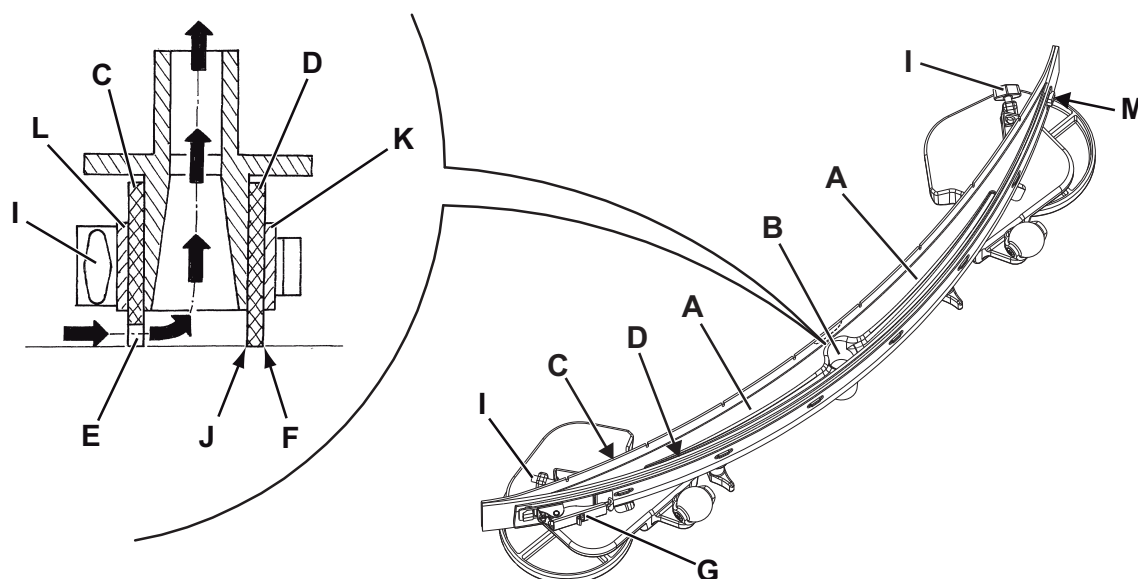

Figure 7
2. Introduire la clé de contact (58) et la tourner sur "I".
3. Baisser l'embouchure (30) en appuyant sur l'interrupteur (65).
4. Positionner la clé de contact (58) sur "0".
5. Déconnecter le tuyau d'aspiration (31) de l'embouchure.
6. Desserrer les boutons (34) et déposer l'embouchure (30).
7. Laver et nettoyer l'embouchure. Nettoyer en particulier les compartiments (A, Fig. 7) et l'orifice (B) de la saleté et des déchets. Contrôler si la lamelle en caoutchouc avant (C) et la lamelle en caoutchouc arrière (D) sont intactes et qu'elles ne présentent pas de coupures ou déchirures ; en cas contraire, les remplacer selon les instructions suivantes.
1. Nettoyer l'embouchure (Fig. 7) comme décrit au paragraphe précédent.
2. Contrôler que le bord (E) de la lamelle en caoutchouc avant (C) et le bord (F) de la lamelle en caoutchouc arrière (D) se posent simultanément sur le marbre de contrôle, et en toute leur longueur ; dans le cas contraire, régler leur hauteur en procédant selon les instructions suivantes :
- Décrocher le tirant (G), décrocher le dispositif de retenue (M) et régler la lamelle en caoutchouc arrière (D), puis accrocher le dispositif de retenue et fixer avec le tirant.
- Desserrer les boutons (I) et régler la lamelle en caoutchouc avant (C), puis serrer les boutons.
3. Contrôler que la lamelle en caoutchouc avant (C) et la lamelle en caoutchouc arrière (D) sont intactes et qu'elles ne présentent pas de coupures ou déchirures ; en cas contraire, les remplacer en procédant comme suit. Contrôler que l'arête (J) de la lamelle en caoutchouc arrière n'est pas usée ; en cas contraire, tourner la lamelle en caoutchouc, en remplaçant l'arête usée avec l'une des trois arêtes intactes. Si toutes les arêtes sont usées, remplacer la lamelle en caoutchouc en procédant comme suit :
- Dégager le tirant (G), décrocher du dispositif de retenue (M) et déposer la bande de retenue (K), puis remplacer / tourner la lamelle en caoutchouc arrière (D).
- Dévisser les boutons (I) et enlever la bande de retenue (L), puis remplacer la lamelle en caoutchouc avant (C).
4. Connecter le tuyau d'aspiration (31) à l'embouchure.